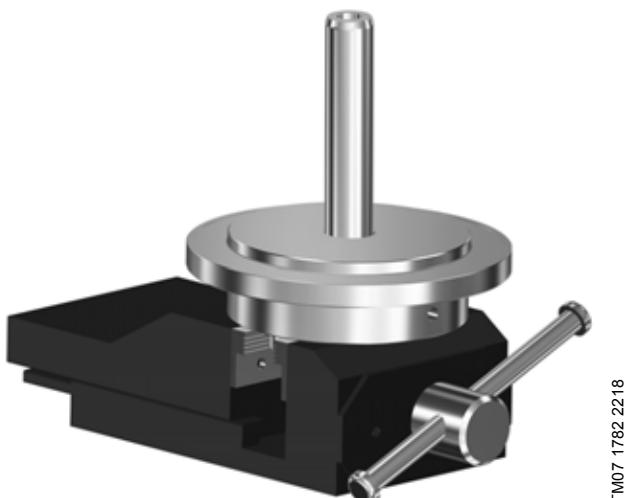

Рис. 30 Приспособление L, установленное в зажимном устройстве
- Установите приспособление L в зажимное устройство. См. рис. 30.